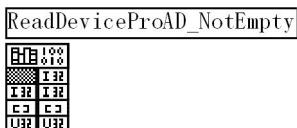

图 24 最终形成的驱动器图标
7. 单击 OK 按钮, 即可在 Diagram 窗口形成驱动器图标, 如图 24。